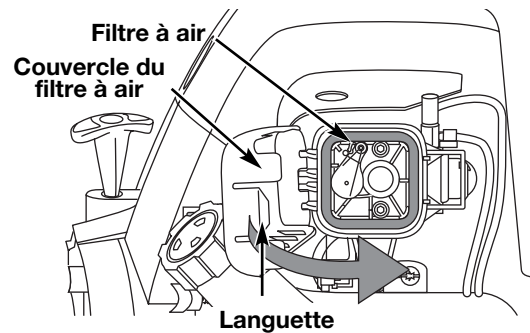

Fig. 32
8. Mueva la cubierta hacia la derecha hasta que la orejeta del filtro de aire calce en su lugar en la ranura de la placa posterior (Fig. 32).